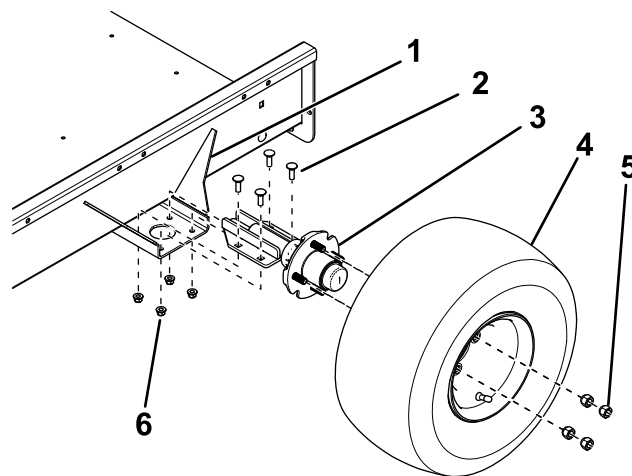

Figure 2
2. Avec les 4 boulons de carrosserie et les 4 contre-écrous, montez un essieu sur le côté supérieur des supports de montage, de chaque côté du plateau de la remorque, comme montré à la Figure 2.
3. Montez une roue sur chaque moyeu d'essieu à l'aide de 4 écrous de roue (Figure 2), et serrez les écrous à 108,5 N·m.
- Réglez la position des supports de montage de l'essieu de manière que l'entraxe à l'avant des pneus soit inférieur d'environ 3 mm à l'entraxe à l'arrière des pneus (Figure 2).